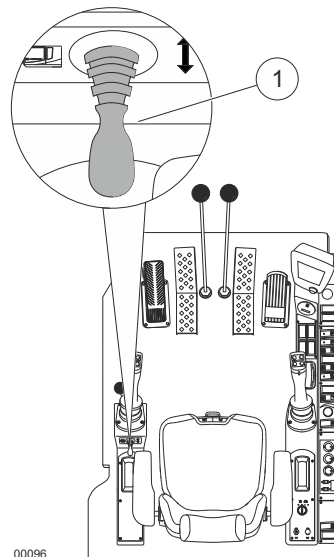

Fig. 69 Ajuste da inclinação da cabine
| 5 | Para aumentar a inclinação, mova a alavanca (1) na Fig. 69 para cima. |
| 6 | Para diminuir a inclinação, mova a alavanca (1) na Fig. 69 para baixo. |